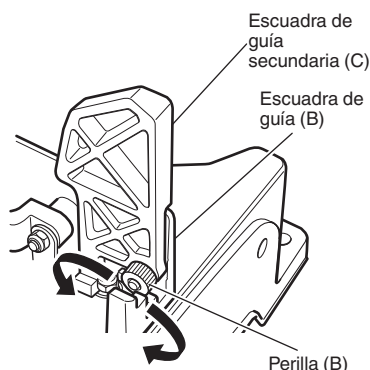

Fig. 14
Afloje el pomo (B) y retire la escuadra de guía secundaria (C) (Fig. 14)